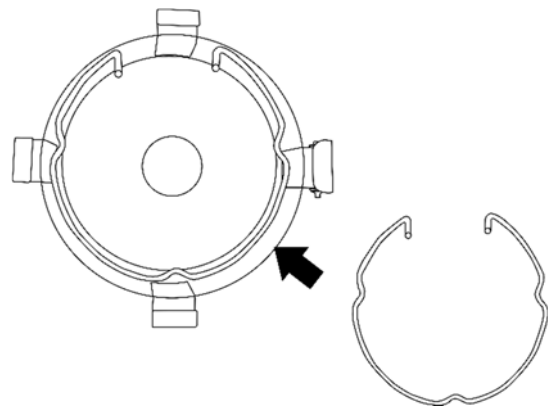

Fig. 06
- 05) Replace the fixation ring (fig. 06).